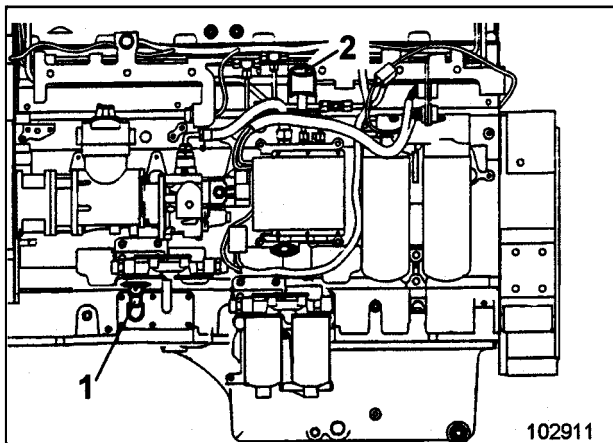
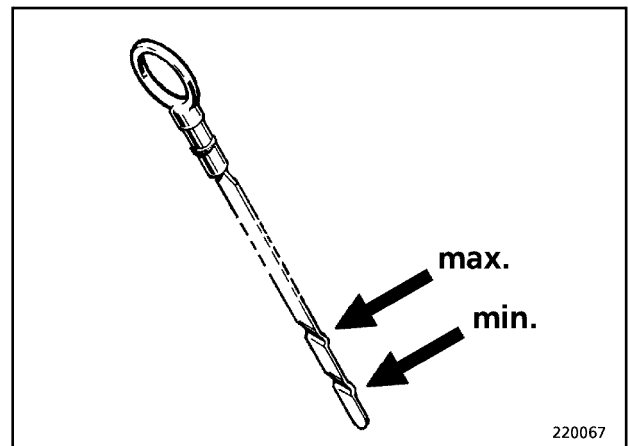

Fig. 3
Fig. 4
- Motoröl in den Einfüllstutzen (2, Fig. 3) einfüllen, bis der Ölstand die Markierung "max" (Fig. 4) erreicht hat.